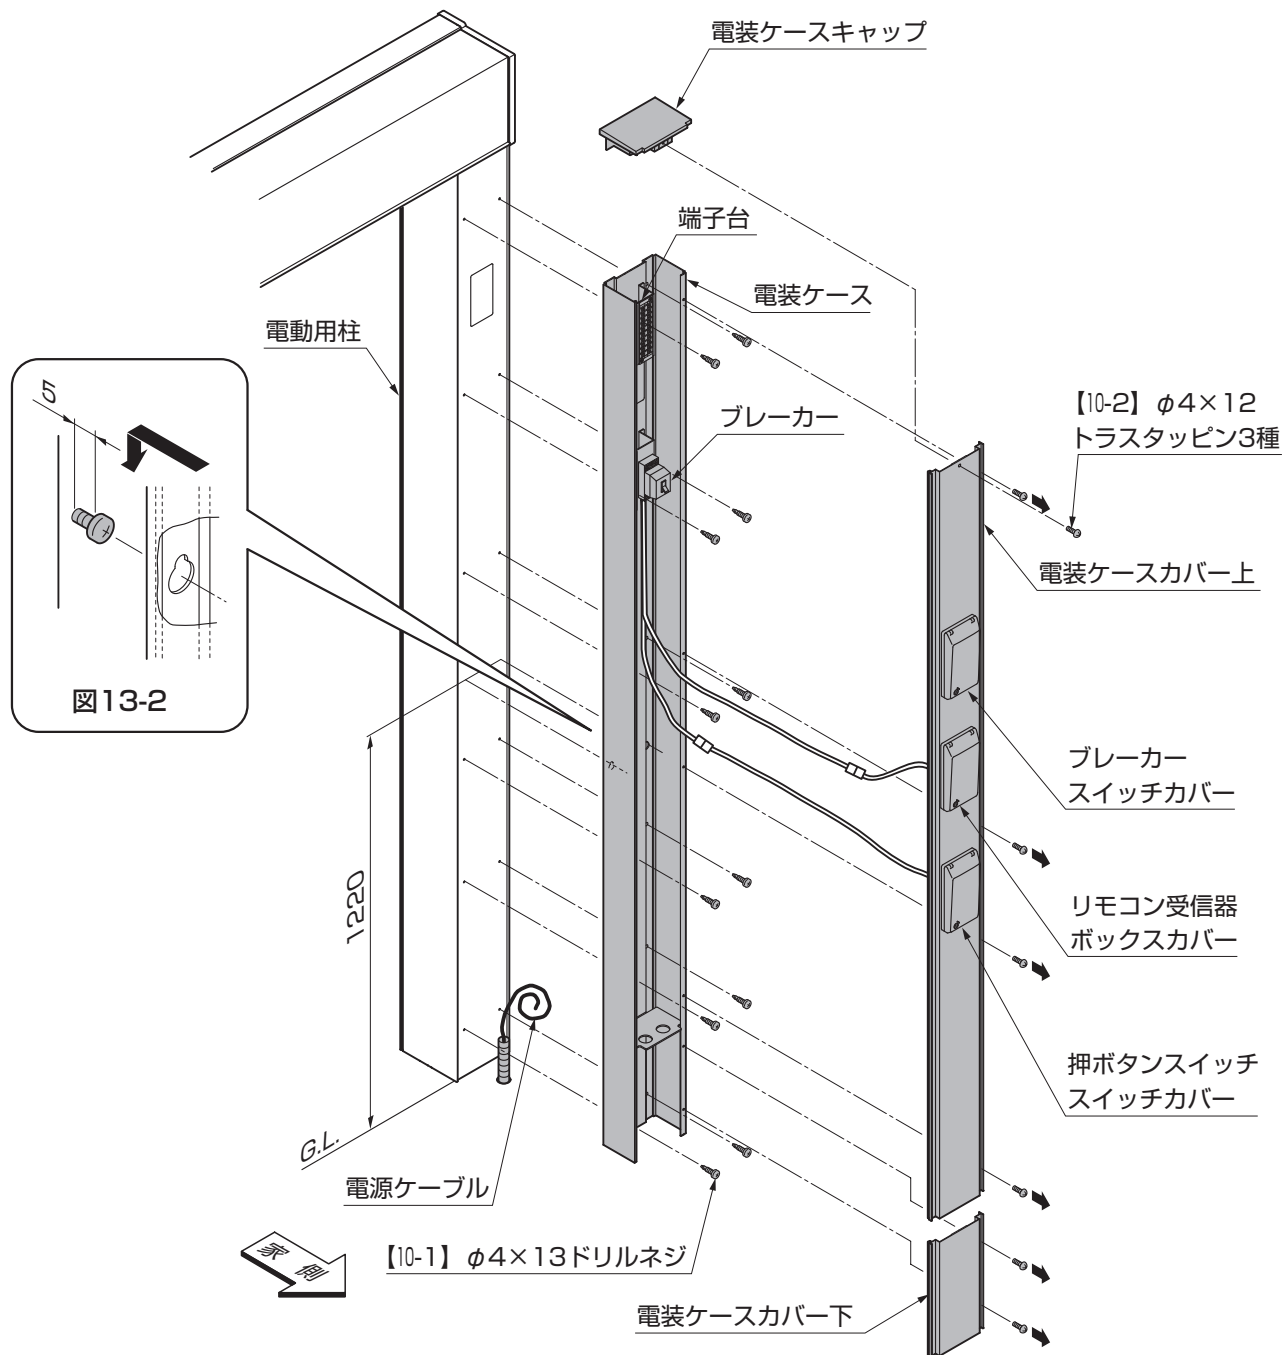

図13-1
- ①電装ケースカバー上、電装ケースカバー下を外してください。(図13-1参照)